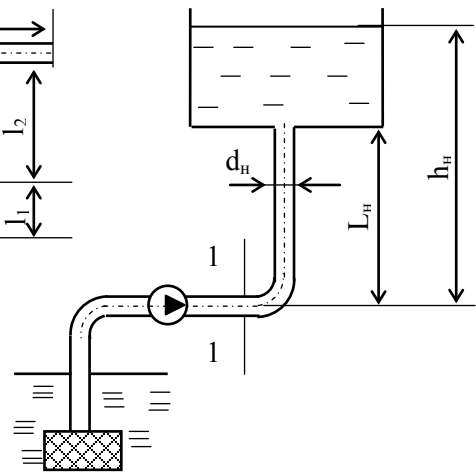

Рисунок 8.11
8.2.15 Відцентрований насос подає воду із колодязя в резервуар при витраті Q і геометричній висоті нагнітання h_n . Визначити величину тиску води в кінці горизонтальної ділянки нагнітального трубопроводу в перерізі 1–1, якщо задані L_n і d_n ; закруглення нагнітального трубопроводу має центральний кут $\alpha = 90^\circ$. Коефіцієнт Дарсі λ (рис. 8.11).